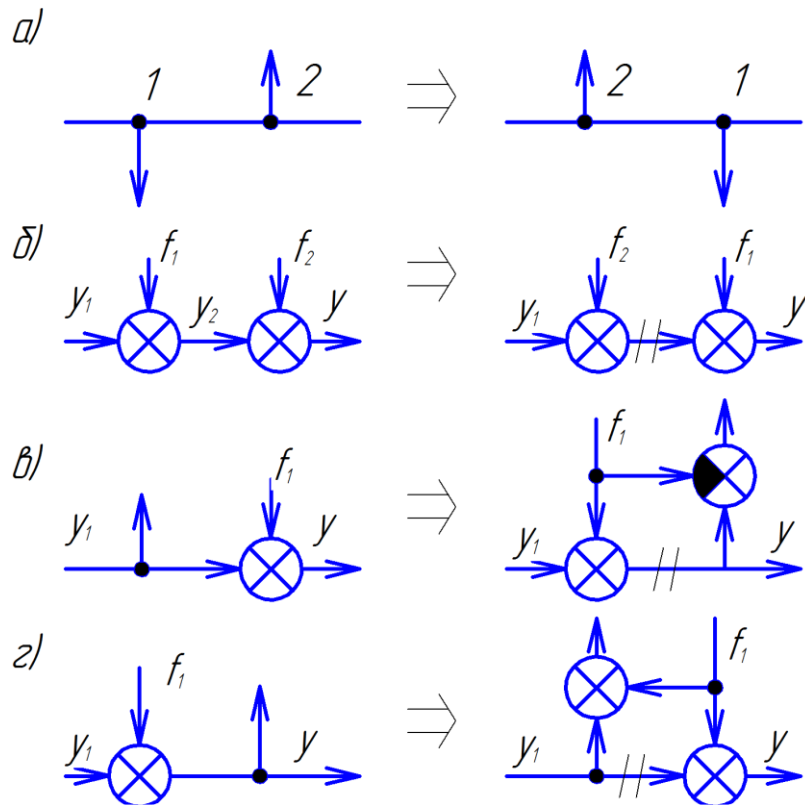

Рис. 6. Схемы взаимной перестановки узлов и сумматоров
При переносе узла через звено *по ходу сигнала* добавляется звено с передаточной функцией, обратной передаточной функции звена ( $1/W_i$ ), через которое переносим узел (рис. 6,б).
- узлы можно менять местами (рис. 6, а);
- сумматоры можно менять местами (рис.6, б);
- при переносе узла через сумматор необходимо добавить сравнивающий элемент (рис.6, в):  $y = y_1 + f_1 \Rightarrow y_1 = y - f_1$  или сумматор (рис.6,г):  $y = y_1 + f_1$ .